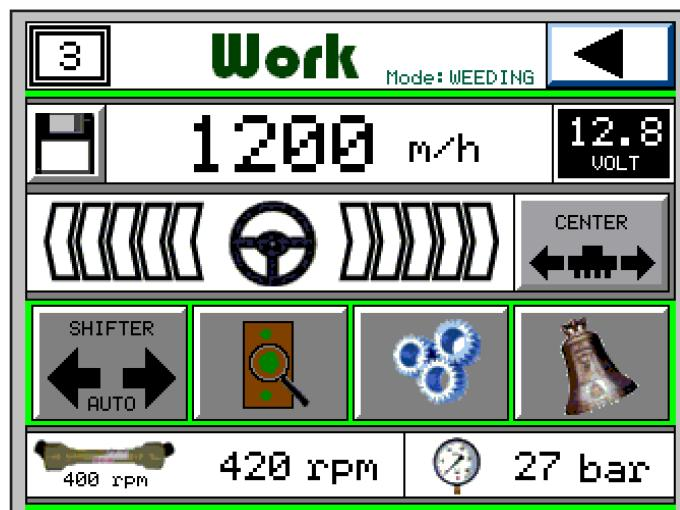
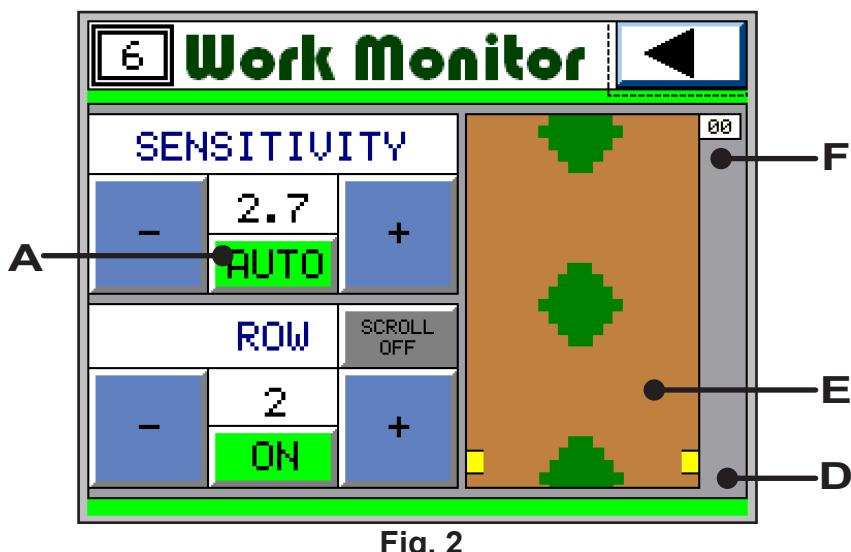
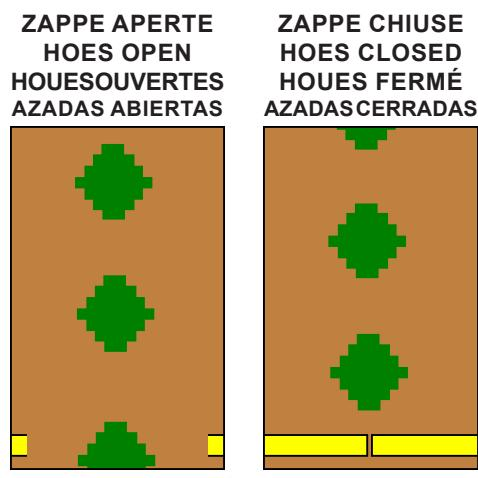

Fig. 1
Fig. 2
Fig. 3
Press the button  (Fig. 1) to enter the setup page and control the infrared readers sensitivity (Fig. 2).
Appuyez sur (Fig. 1) pour régler la sensibilité des capteurs optiques (Fig. 2).
Pulsando (Fig. 1) se accede a la página de regulación de la sensibilidad de los lectores infrarrojos (Fig. 2).
También se muestra la posición de la azada intercepas (D) (Fig. 3) y un valor de referencia que aumenta cada dos centímetros de avance (F) útil para verificar que el avance sea efectivamente detectado por el sistema.
**Se si utilizza la modalità automatica (consigliato) è necessario impostare in modo corretto dimensione e distanza media fra i cespi (vedi capitolo "MENU LAVORO: PARAMETRI DI LAVORAZIONE"). Se in modalità automatica si presenta una situazione simile alla (Fig. 2), aumentare leggermente il diametro impostato; viceversa se si presenta una situazione simile alla (Fig. 3) diminuire leggermente il diametro impostato.**
ATTENTION: If you are using the automatic mode (recommended) you need to set correctly the heads dimension and the distance between the plants (see the section "WORK MENU: WORK PARAMETERS") If in automatic mode a situation similar to (Fig. 2) occurs, it is necessary to increase the diameter set; on the contrary, if a situation similar to (Fig. 3) occurs, it is necessary to decrease the diameter set.